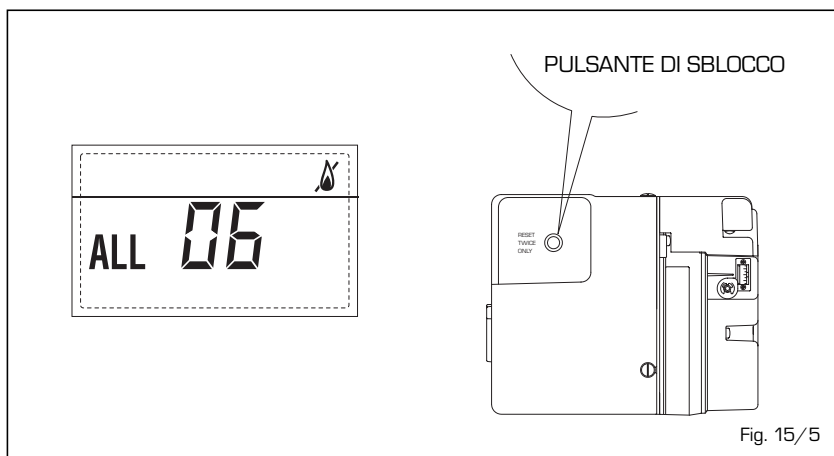

Fig. 15/5
- **ANOMALIA TERMOSTATO SICUREZZA "ALL 07" (fig. 15/6)**